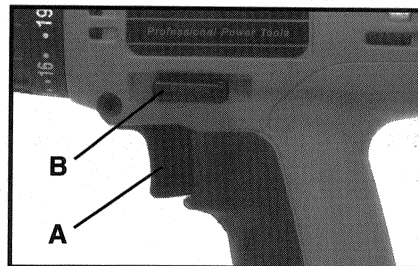

Fig. 1
Apriete el gatillo interruptor (A) Fig. 1 para poner el motor en marcha. Suelte el gatillo para parar el motor. Al apretar el gatillo interruptor, la velocidad aumenta.
- Asegúrese de que el gatillo interruptor (A) Fig. 1, esté en la posición apagada, «OFF», antes de cambiar la dirección giratoria.
- Apriete el botón (B) Fig.1, hacia la izquierda de la herramienta para obtener una rotación de MARCHA (en el sentido de las manecillas del reloj).
- Apriete el botón (B) Fig. 1, hacia la derecha de la herramienta para obtener una rotación de CONTRAMARCHA (en el sentido contrario a las manecillas del reloj).
- Coloque el botón (B) Fig. 1, en la posición central para fijar el gatillo interruptor en la posición apagada, «OFF».